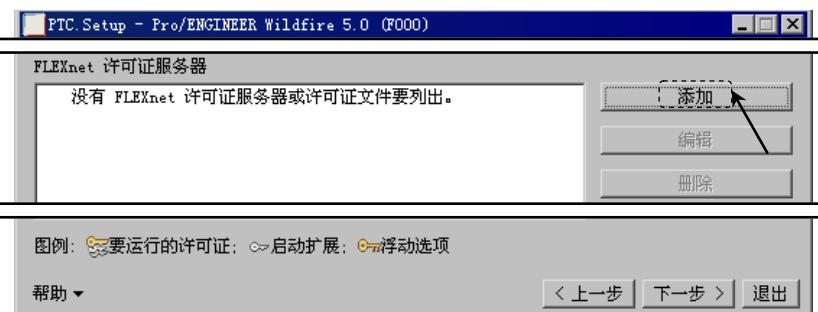
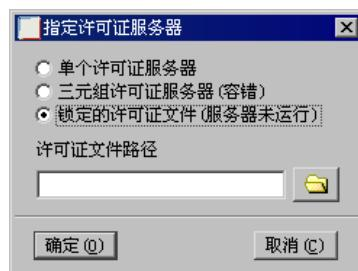

图 2.5.7 指定许可证服务器
图 2.5.8 “指定许可证服务器”对话框
(1) 在该对话框中的**标准**区域中选择 **公制**单选项。
(2) 单击**下一步 >**按钮。
Step8. 此时系统弹出图 2.5.7 所示的对话框，单击**添加**按钮，系统弹出图 2.5.8 所示的“指定许可证服务器”对话框，在该对话框中进行下列操作。